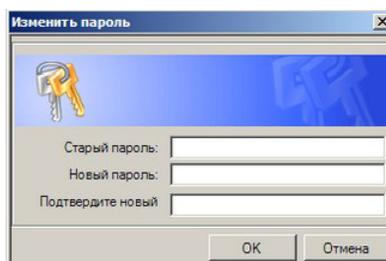

Рис. 90. Диалоговое окно Изменить пароль.
1. В меню основного окна программы выберите **Пользователь > Изменить Пароль**, чтобы открыть диалоговое окно Изменить пароль (Рис. 90).